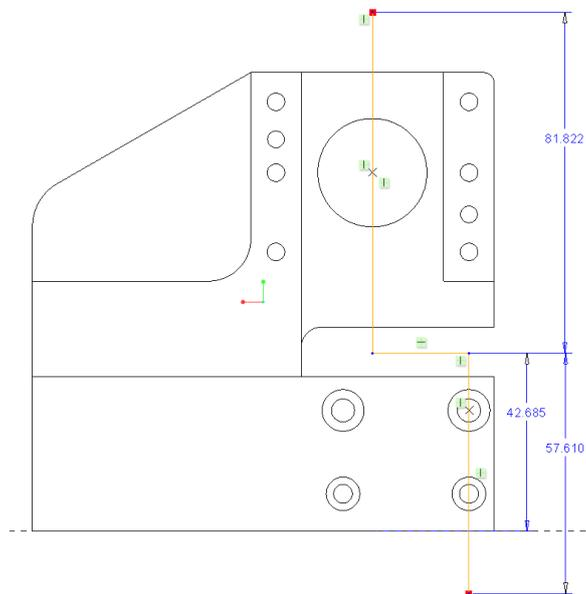
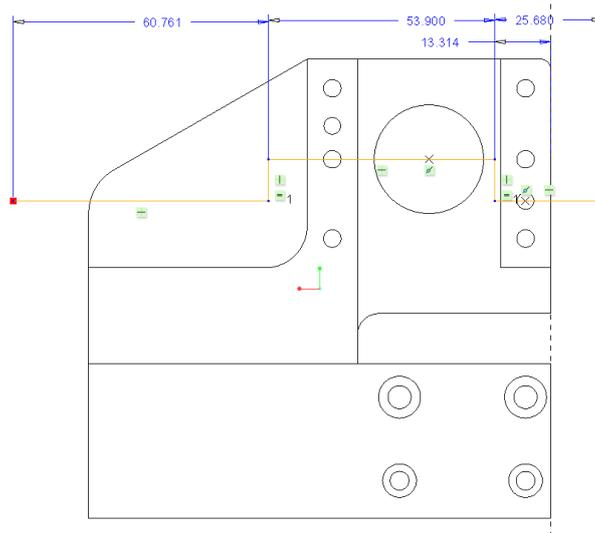

Abb. 9 Verlauf Stufenschnitt "A"
Abb. 10 Verlauf Stufenschnitt "B"
► Schnittverlauf siehe **Abb. 9** und **Abb. 10**